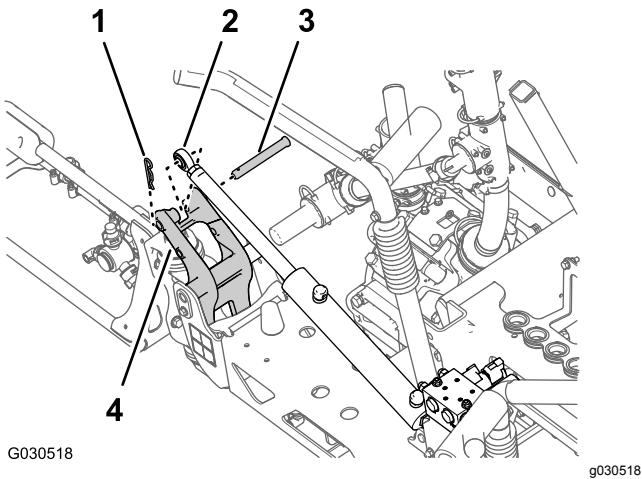

Figura 38
- Rimuovete la coppiglia e il perno con testa che fissano l'estremità dell'asta del cilindro di sollevamento alla staffa orientabile (Figura 38).